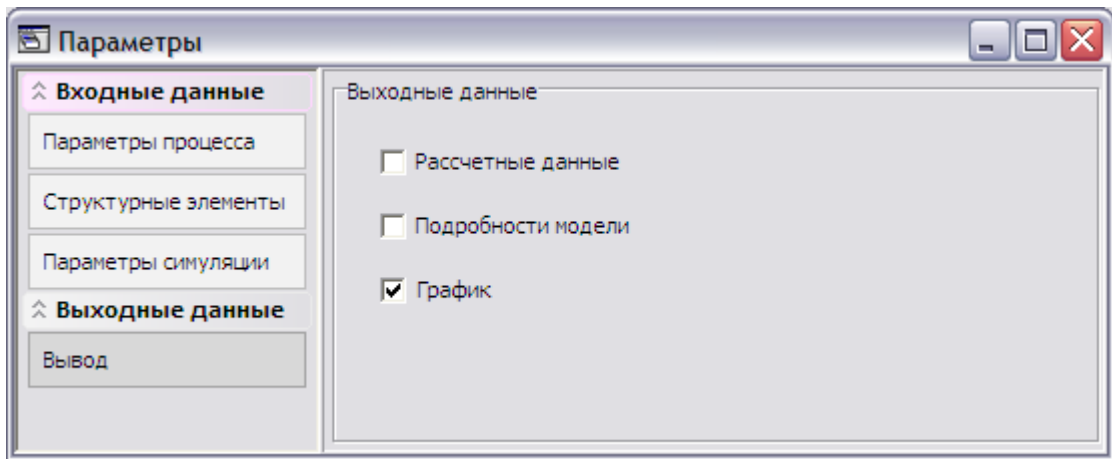

Рис. 7.9. Окно выбора формы представления выходных данных
4) А также в окне Parameter производится выбор необходимой для вывода информации (рис. 7.9):